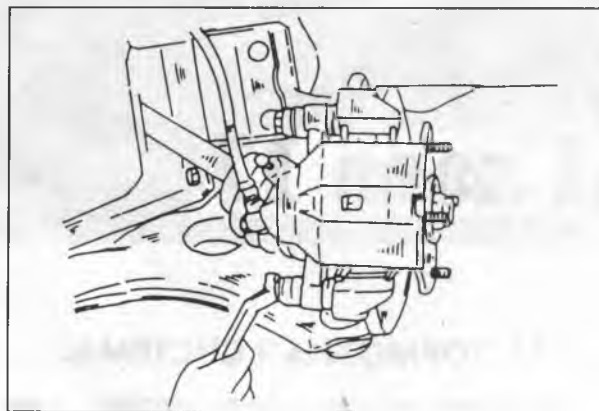

Рис. 268
- ⇒ Выверните нижний болт крепления суппорта (Рис.268), поверните суппорт относительно второго болта и подвяжите его к кузову.